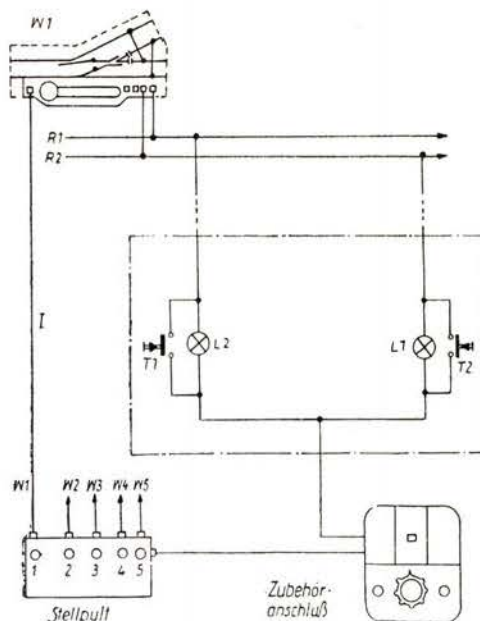
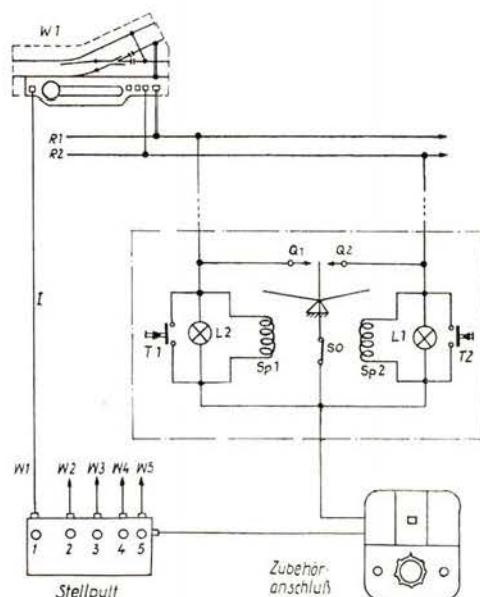

Bild 1 Schaltschema der einfachen Anwahlsteuerung
Bild 3 Schaltschema der automatischen Anwahlsteuerung
- Bild 3 Die in der Gleisanlage eingebauten Weichenstellböcke passen auch auf einer Modellbahnanlage gut zur Schmalspurbahn und könnten die elektrischen Weichenantriebe ablösen
Die Funktion des Zusatzgerätes wird an Hand des elektrischen Schaltbildes (Bild 3) erläutert. Die Schaltung ist der in Bild 1 angegebenen ähnlich. Der Unterschied besteht lediglich darin, daß an die Stelle des Gleisbildelementes zur Betätigung des Zusatzgerätes tritt, das bei geschlossenem Schalter SO wirksam wird.